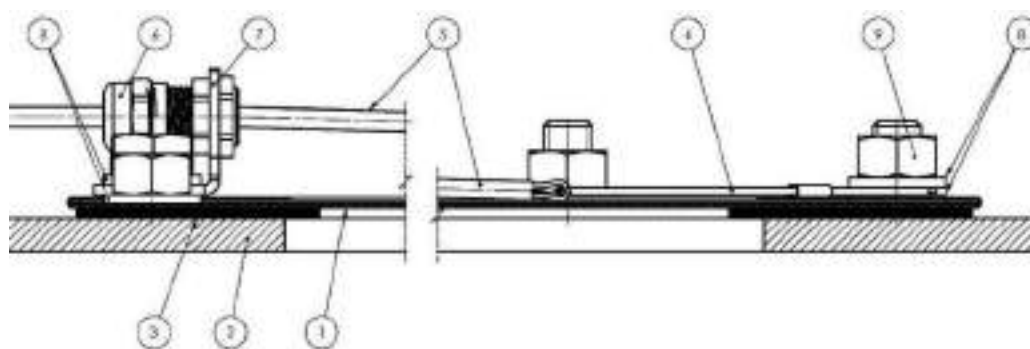

Рис. 51 – Установка индикатора открытия G3 на VMP тип F
1. Кабель с тросом из нержавеющей стали (поз.4) крепится между шайбами с помощью двух винтов на раме (см. рис. 51) и затягивается гайками (в соответствии с надлежащим моментом). Между держателем (поз. 7) и VMP-F должны быть шайбы (поз. 8).